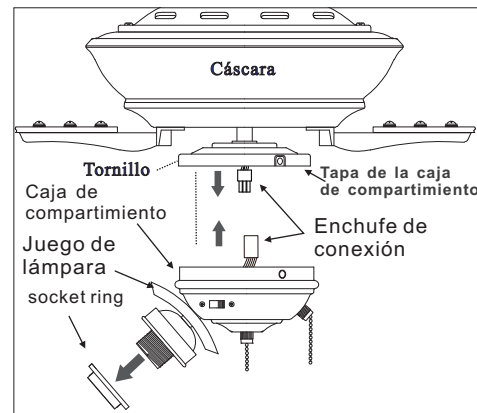

Figura 19
2. Quitese 3 tornillos en la tapa del compartimento de la caja (figura 19)
3. Empuje con cuidado todos los cables en la caja de compartimento, y luego instale el conjunto del juego de lámpara en la caja de compartimento con los 3 tornillos previamente removidos. Asegúrese de apretar todos los tornillo. (Figura 19)
4. Empuje con cuidado todos los alambres atrás en el caja de compartimento Y, a continuación, instalar el kit de ensamblaje de luz en la tapa de la caja de compartimento con los 3 tornillos suministrados. Asegúrese de apretar todos los tornillos. (Figura 19)